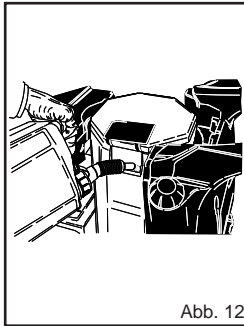

Abb. 12
**BENUTZUNG VON FROTSCHUTZMITTEL (Abb. 12)**